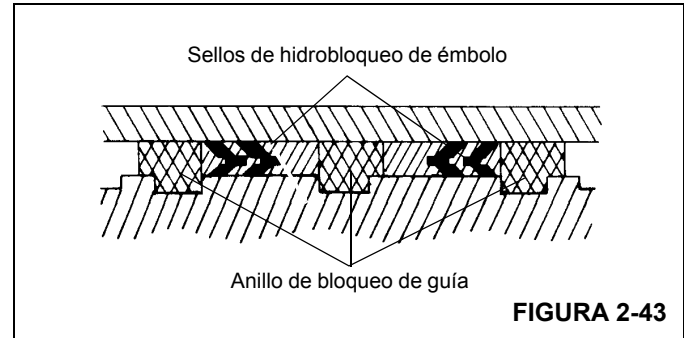

FIGURA 2-43
10. Instale los anillos de bloqueo de guía y sellos de hidrobloqueo en la parte exterior del émbolo (Figura 2-43).